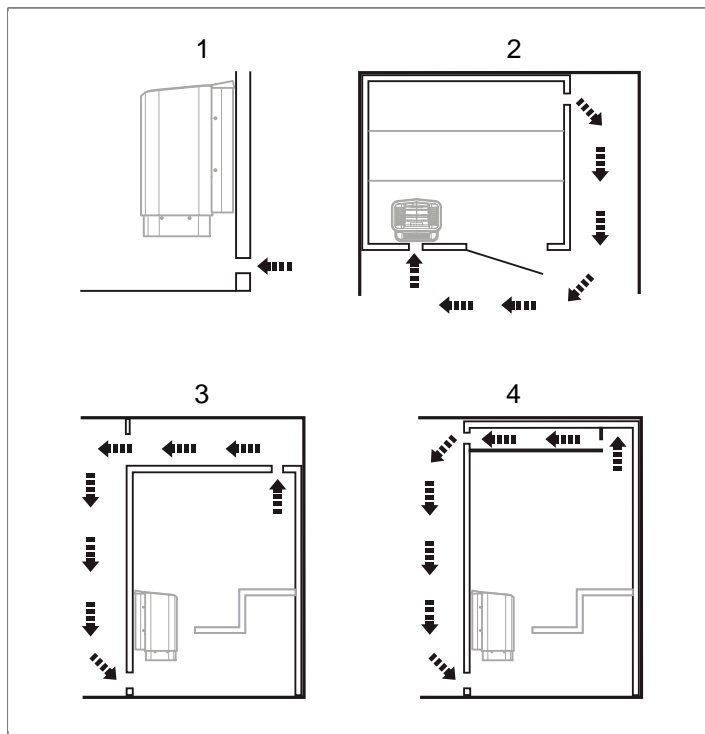

Abb. 7: Position des Zu- und Abluftventils
- Mit größtmöglichem Abstand zum Zuluftventil, z. B. diagonal gegenüber, siehe **Abb. 7**, Seite 4
- Oben an der Wand oder an der Decke, siehe **Abb. 7**, Seite 4